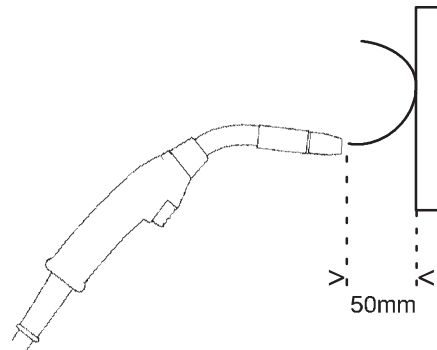

Fig. 2
- Quando se posiciona a pistola a uma distância de aproximadamente 50 mm do pedaço de madeira, o arame deve ser alimentado para fora, ficando dobrado (fig. 2).